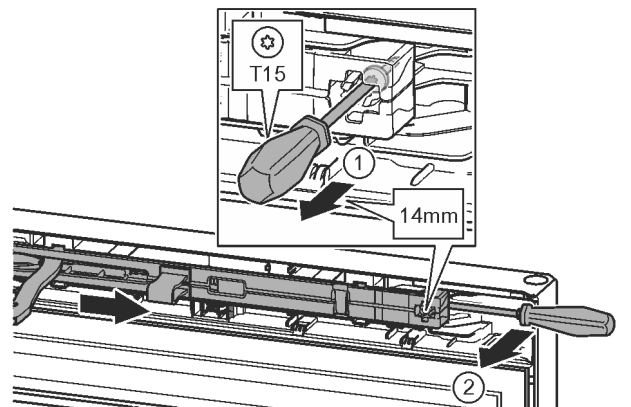

Fig. 15
- ▶ Šroub na jednotce tlumiče zavírání povolte šroubovákem T15 o cca 14 mm. Fig. 15 (1)
- ▶ Šroubovákem na straně madla zajedte za jednotku tlumiče zavírání a otočte ji dopředu. Fig. 15 (2)
- ▶ Vytáhněte jednotku tlumiče zavírání. Fig. 15 (3)